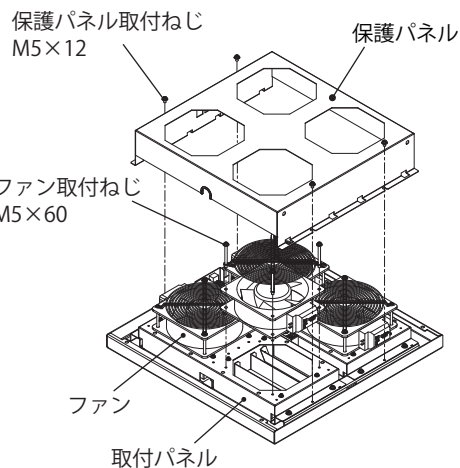

図 1
1. 保護パネル取付ねじ M5×12 を外し、保護パネルを取外してください。(図 1)
2. ファン取付ねじ M5×60 を外してください。(図 1)
3. ファンを取付パネルから取外し、プラグコードを外してください。(図 1,2)